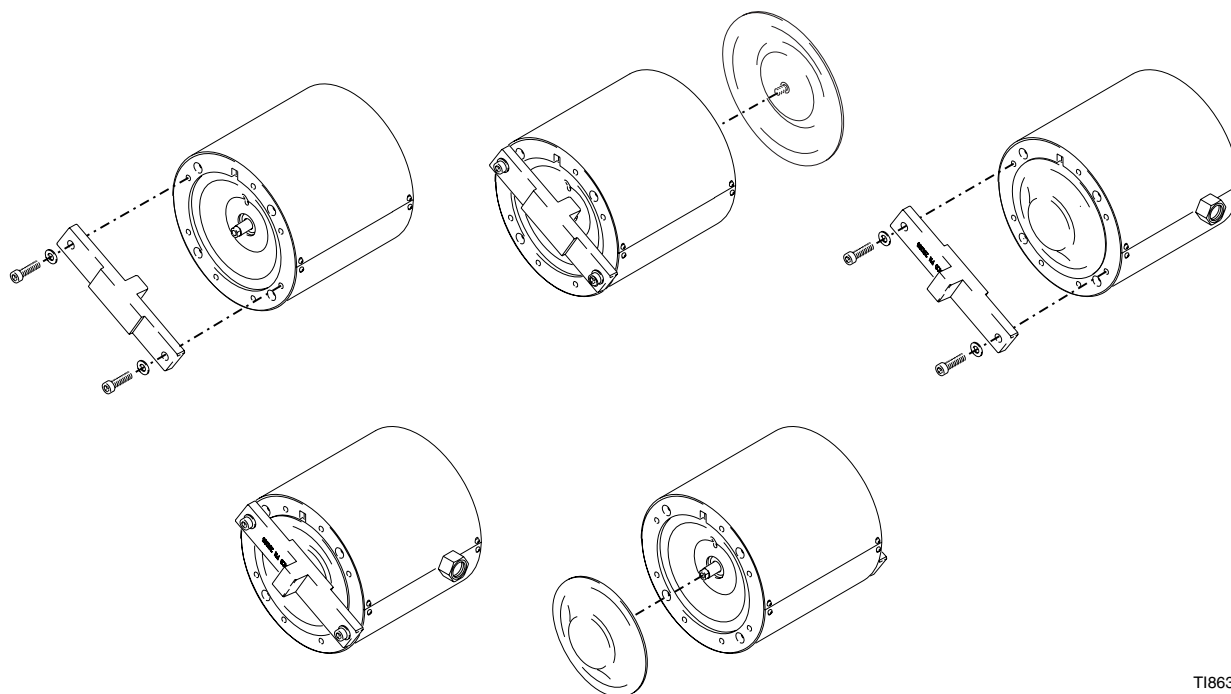

FIG. 6. De membranen vervangen
2. Verwijder de bouten (31) uit één materiaaldeksel (1). Trek het deksel er als één geheel af waardoor het los komt van de materiaalbuizen (12). Zie FIG. 6.
3. Verwijder de materiaalbuizen (12) van het andere deksel.
4. Verwijder de bouten (31) en het laatste materiaaldeksel (1).
5. Installeer het membraan (14) met behulp van het membraanreparatiegereedschap om daarmee de as volledig naar één zijde te drukken. Druk de korte brede naaf op het gereedschap recht op het membraan. Het onderdeelnummer op het gereedschap moet van de pomp weg gericht zitten. Zie FIG. 6.
6. Schroef het tegenovergelegen membraan (14) van de as af door het met de hand linksom te draaien.
7. Druk de as in de tegenovergestelde richting door het membraanreparatiegereedschap op de tegenovergelegen zijde van de pomp te installeren. Druk de lange naaf op het gereedschap recht op de pompas. Het onderdeelnummer op het gereedschap moet naar de pomp toe gericht zitten. Zie FIG. 6.
8. Schroef het achtergebleven membraan (14) los van de as door het met de hand linksom te draaien.
1. Schroef het nieuwe membraan (14*) met de hand in de as en doe dit terwijl het membraanreparatiegereedschap de as naar één kant toe drukt. zie FIG. 6.
3. Verwijder de O-ringen (13) uit de materiaalbuizen (12) en vervang ze door nieuwe O-ringen (13*) uit de set.
4. Installeer het deksel waaraan de buisbehuizingen (4) zijn bevestigd. De pijl moet naar de bovenzijde van de pomp gericht zijn en de luchtinlaat (40) moet aan de rechterkant van het deksel zitten (1). Draai de bouten (31) aan tot 27 N•m.
5. Smeer de o-ringen (13*) en de uiteinden van de materiaalbuizen (12) en druk de buizen in de behuizingen (4) zodat ze stevig komen te zitten.
6. Installeer het deksel waaraan de inlaat- (3) en de uitlaatbehuizing (2) zijn bevestigd. De pijl moet naar de bovenzijde van de pomp gericht zijn. Zet het deksel stevig op de materiaalbuizen (12) vast. Draai de bouten (31) kruiselings en gelijkmatig aan tot 27 N•m.